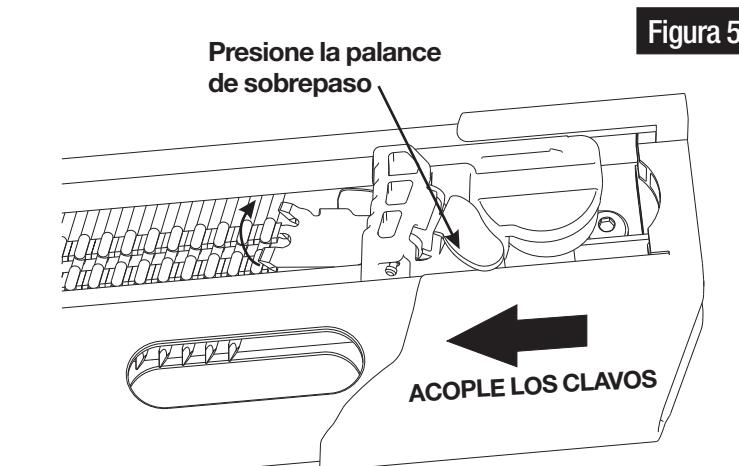

Figura 5
- Tire hacia atrás del disparador, presionando la palanca de sobrepaso del disparador para permitir que éste se desacople de los clavos y dejar que regrese a la punta de la herramienta. (Vea figura 5)